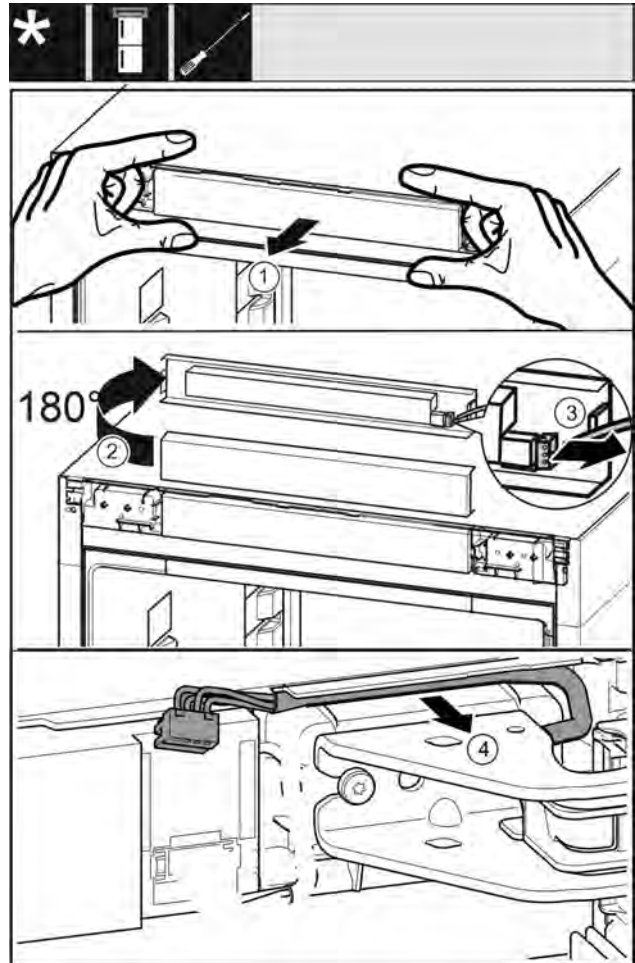

Fig. 6
- ▶ Осторожно отсоедините фальшпанель устройства движением вперед. Fig. 6 (1)
- ▶ Поверните фальшпанель вверх на 180°. Fig. 6 (2)
- ▶ Прижмите язычок защелки назад и осторожно выньте штекер. Fig. 6 (3)
- ▶ Осторожно высвободите кабель над опорным кронштейном из направляющей. Fig. 6 (4)